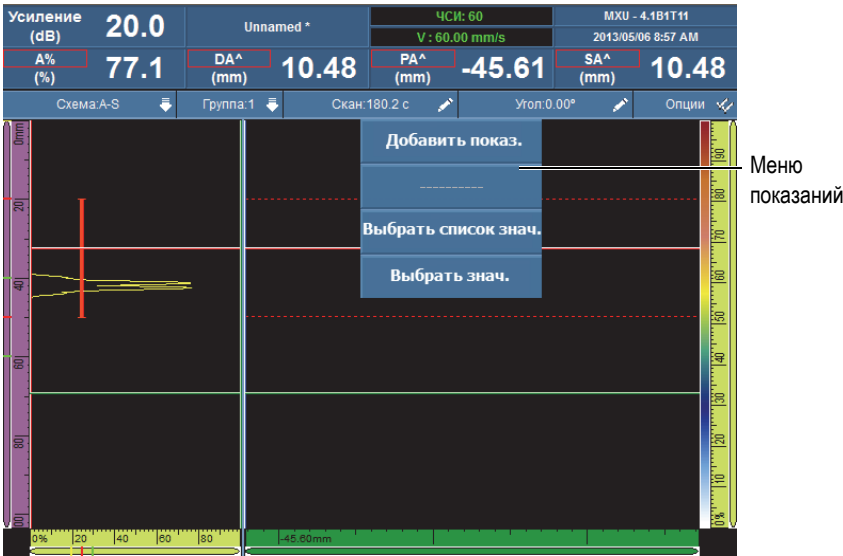

Рис. 2-8 Меню показаний
1. Щелкните на поле показаний для отображения меню показаний (см. Рис. 2-8 на стр. 50)